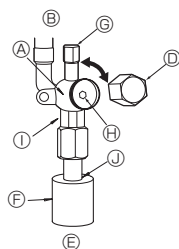

Fig. 4-5
(1) Gas-/vloeistofzijde (Fig. 4-5)
- ① Verwijder de kap en draai de kraanstang zo ver mogelijk tegen de klok in met behulp van een 4mm-inbussleutel. Stop met draaien wanneer de nok wordt bereikt.